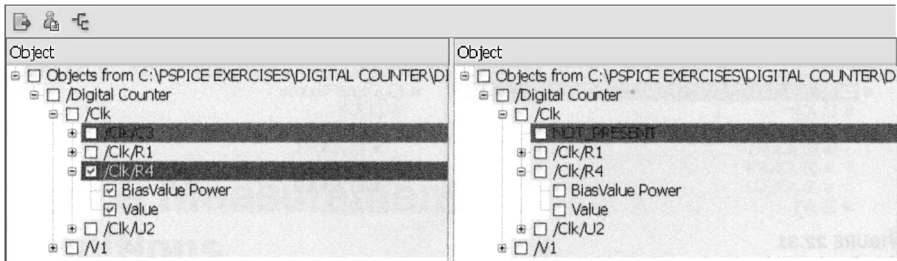

图 22.29 检测到电阻 R4 的参数值进行过修改
3. 展开 / CLK / R4，会看到 Test _ Clock 测试平台和主设计，如图 22.29 所示。可以决定是否接受 R4 的值。对于 R4 的修改后的值将被更新到主设计。偏